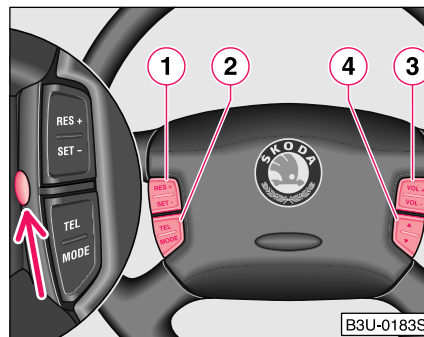

Fig. 116 Volan multifuncțional: taste
Radioul este comandat prin tastele ③ și ④, la configurația cu telefon prin tastele ②, ③ și ④ ⇒ Fig. 116.